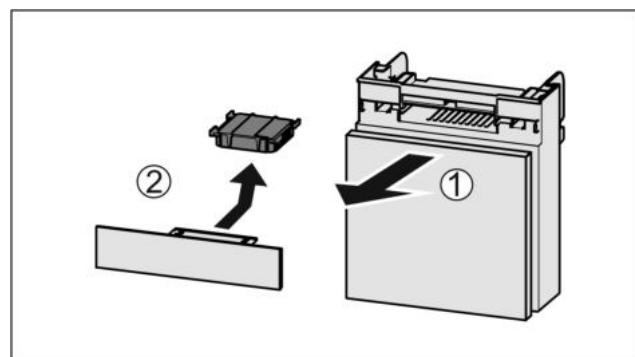

Fig. 56
- Издърпайте Fig. 56 (1) напред отделението.
- Извадете Fig. 56 (2) филтъра с активен въглен.